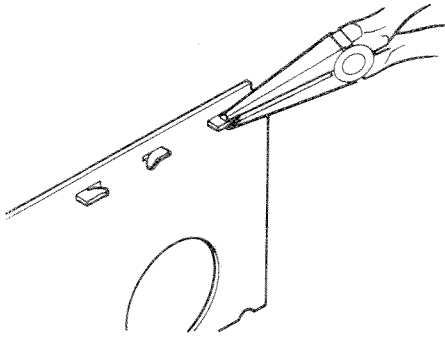

図13 Fig. 13
- ①ラジオペンチで、液晶表示器を止めているツメ3本を起こします。(図13参照)
- (1) Pull up the three tabs which engage the liquid crystal display using pliers. (Refer to Fig. 13)